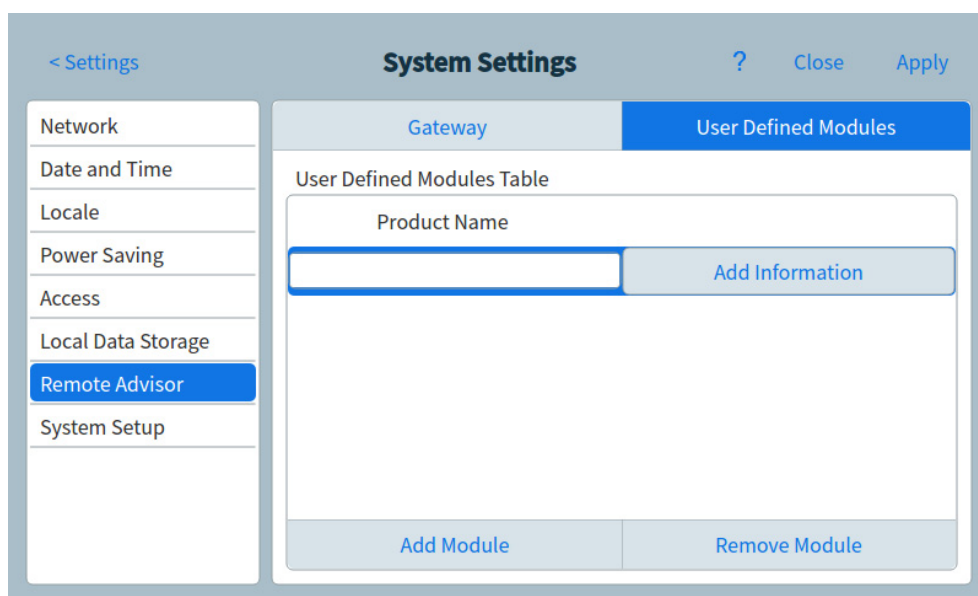

Figura 47 Página Remote Advisor - Add Information
- b Pulse **Add Module**. Se abrirá el campo para introducir el nombre del producto. Consulte Figura 47.